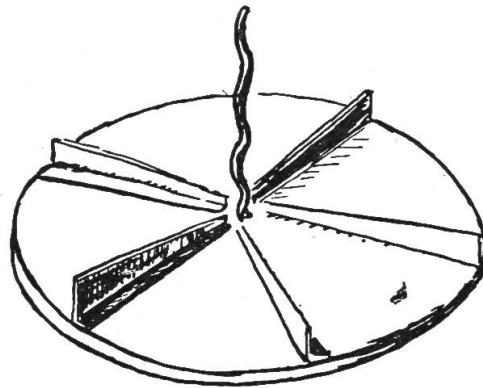

Abb. 3
über die Räder vorstehen, da es sonst auf den Boden aufstehen würde. Auf dem Kurbelrädchen (1) wird eine Holzscheibe von etwa 45 cm Durchmesser befestigt, auf deren Oberseite abgewinkelte Blechstreifen radial (von der Mitte nach aussen) aufgenagelt sind. Diese haben die Aufgabe, den Kalk nach aussen zu schleudern (siehe Abb. 3). Um diese Scheibe wird ein halbrunder Kasten gebaut, der dafür sorgt, dass der Kalk nur rückwärts ausgeworfen wird. Dieser Streumantel (4) muss gut verstrebt und befestigt werden. Die abgeschnittene Deichsel ist hierzu recht dienlich. Auf dem halbrunden Streumantel sitzt ein Trichter, der auf der Mitte der Streuscheibe mündet. An dieser wird auch ein schneckenförmiger Stab (5) befestigt, damit der Kalk nach unten gerüttelt wird. Nun braucht man nur mehr eine Anhängervorrichtung anzubringen — wozu die Befestigungsöse des Mähbalkens (6) dienen kann — und die Kalkschleuder ist fertig.